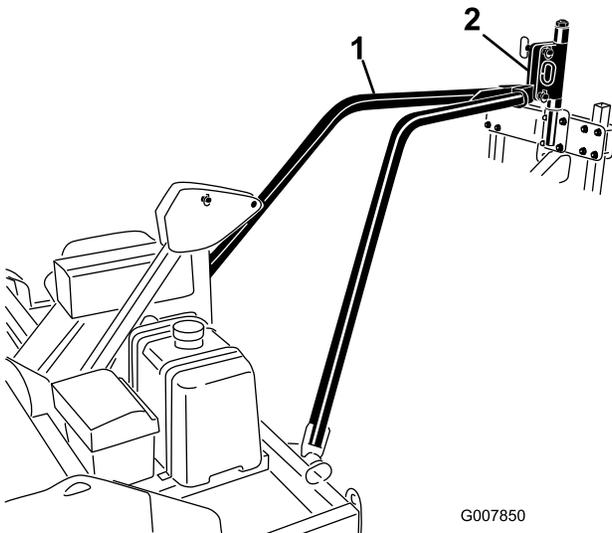

Bild 13
- Nehmen Sie den Gurt oder das Seil ab und senken Sie die Anbauvorrichtungsplatte des Zugarms in die bewegliche Anbauvorrichtung des Aerifizierers ab (Bild 13).